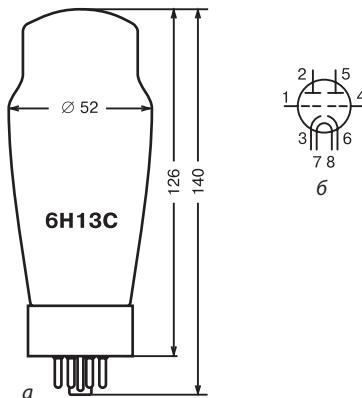

Рис. 2.27. Лампа 6Н13С:
**Лампа 6Н13С (рис. 2.27)** предназначена для работы в схемах электронной стабилизации. Может быть использована как усилитель мощности низкой частоты в выходных каскадах, собранных по двухтактной схеме.